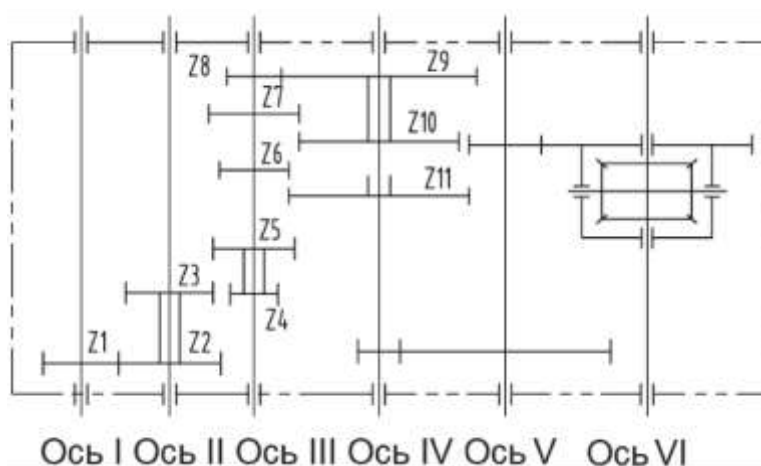

Рис. 3.4. Линия трансмиссии коробки передач  $3 \times 2 + 1$ .
Данная коробка передач состоит из переключателя передач, редуктора, дифференциала и механизма управления. В коробке передач находится 6 валов, расположенных перпендикулярно. (рис. 3.4.)
**Коробка передач  $3 \times 2 + 1$**  имеет 6 передних передач и 1 заднюю передачу, управляемые главным и вспомогательным рычагами переключения передачи, см. рис. 3.4.